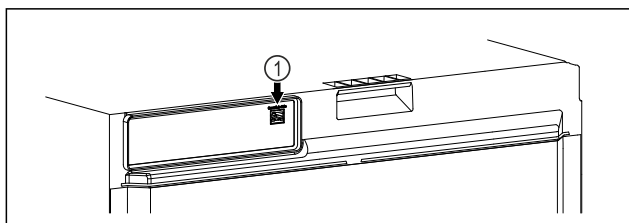

Fig. 110
- Използва се SmartModule Fig. 110 (1).